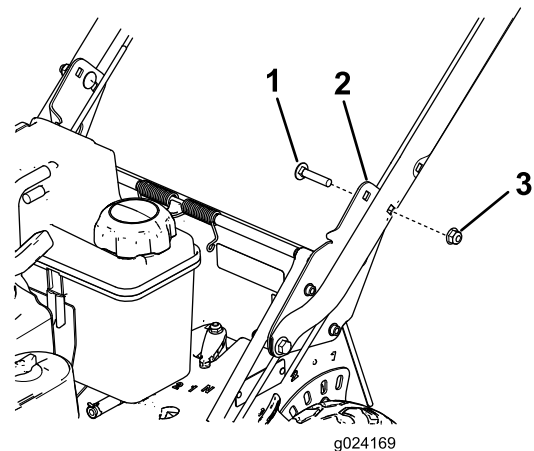

Figura 5
5. Sujete el manillar a los soportes del manillar en la posición de altura deseada con 2 pernos de cuello cuadrado (5/16" x 1½") y 2 tuercas con arandela prensada (5/16"), según se muestra en Figura 5.